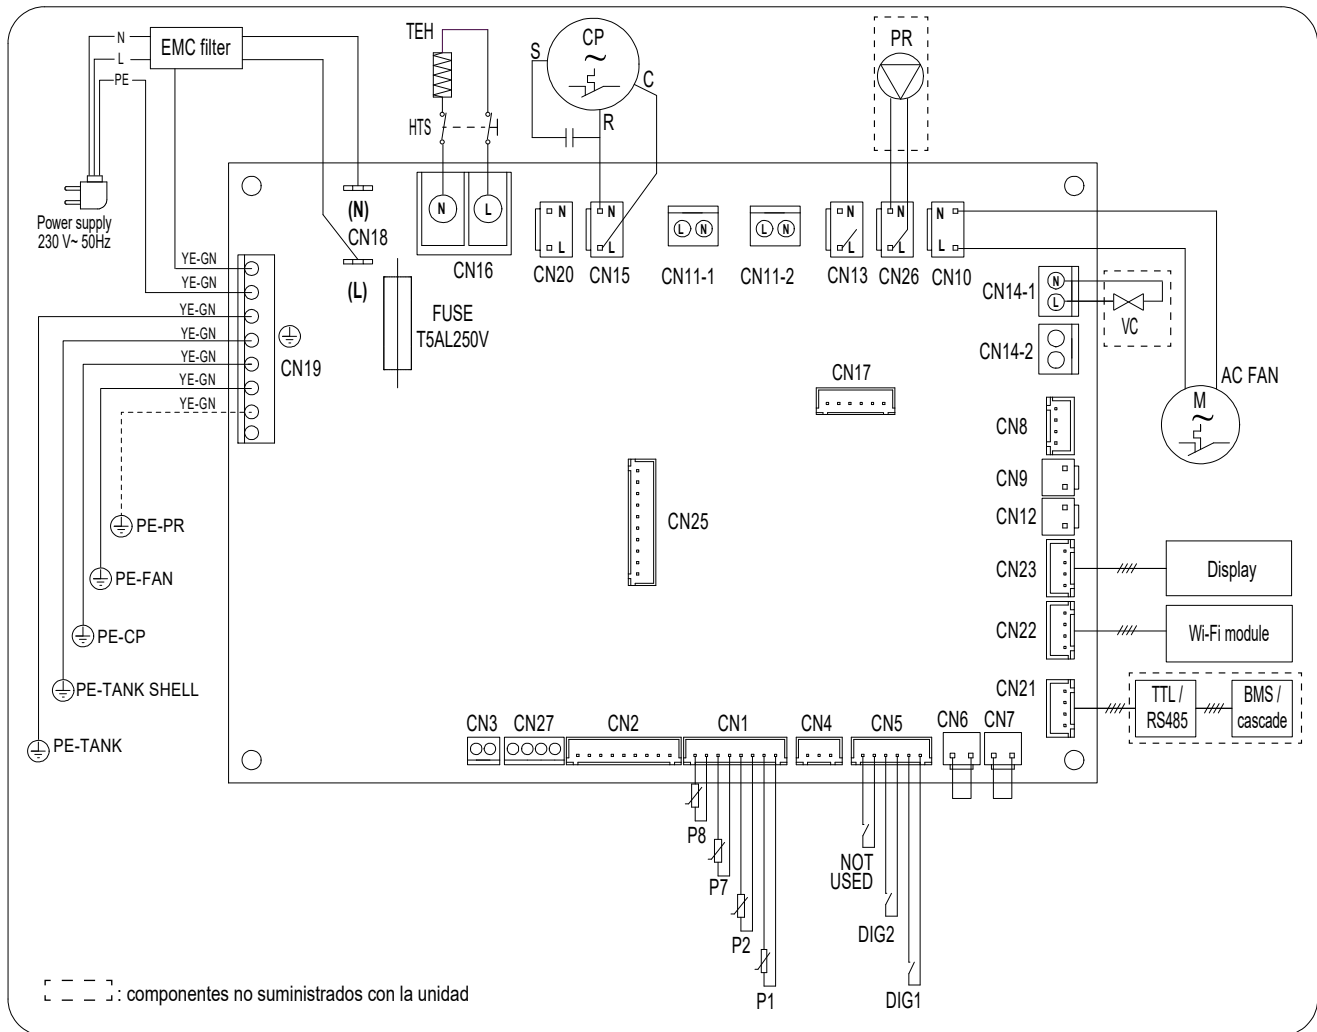

fig. 67 - Esquema eléctrico del aparato
- 2) Montar una electroválvula normalmente abierta (part. 19) para cada unidad de la cascada. La válvula debe conectarse al terminal CN14-1 (ref. “fig. 67 - Esquema eléctrico del aparato” en la página 54) de la placa base de cada equipo.
- 1) La bomba de recirculación (part. 16) debe conectarse al terminal CN26 de la placa MASTER (ref. “fig. 67 - Esquema eléctrico del aparato” en la página 54).